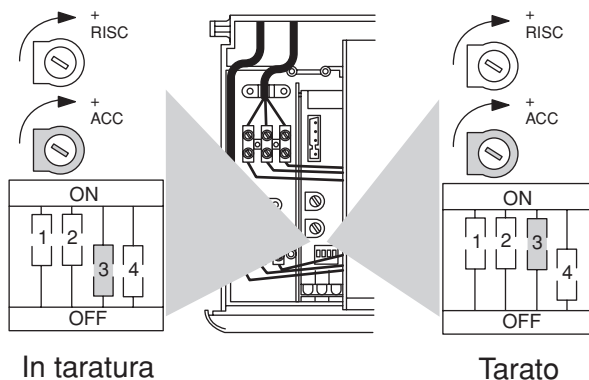

fig. 7
- 8) Azionare il selettore di funzione n° 3 spostandolo in OFF (fig.7) e regolare la pressione al bruciatore agendo con un cacciavite nel potenziometro "ACC" riferendosi al dato di "Pressione di accensione capitolo Dati per la regolazione gas" (parte seconda).